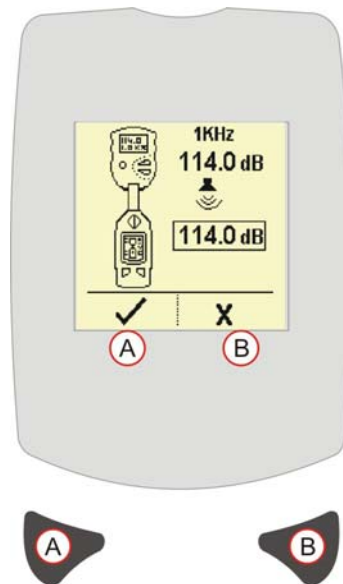

Abbildung 5 Kalibriermodus
4. Setzen Sie den* Schallkalibrator fest auf das Mikrofon. Das Instrument erkennt automatisch einen 1kHz Ton von einem 94dB- oder 114dB-Kalibrator und stellt sich auf den Kalibriermodus ein (siehe Abb. 5).